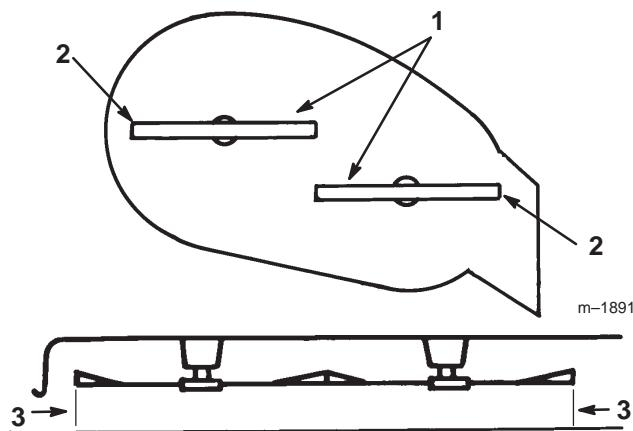

Bild 47
3. Drehen Sie die Schnittmesser vorsichtig von einer Seite zur anderen (Bild 47). Messen Sie den Abstand zwischen den äußeren Schneidkanten und der ebenen Oberfläche (Bild 47). Wenn beide Messwerte nicht innerhalb von 5 mm liegen, ist eine Einstellung erforderlich. Siehe Schritte 4 und 5.